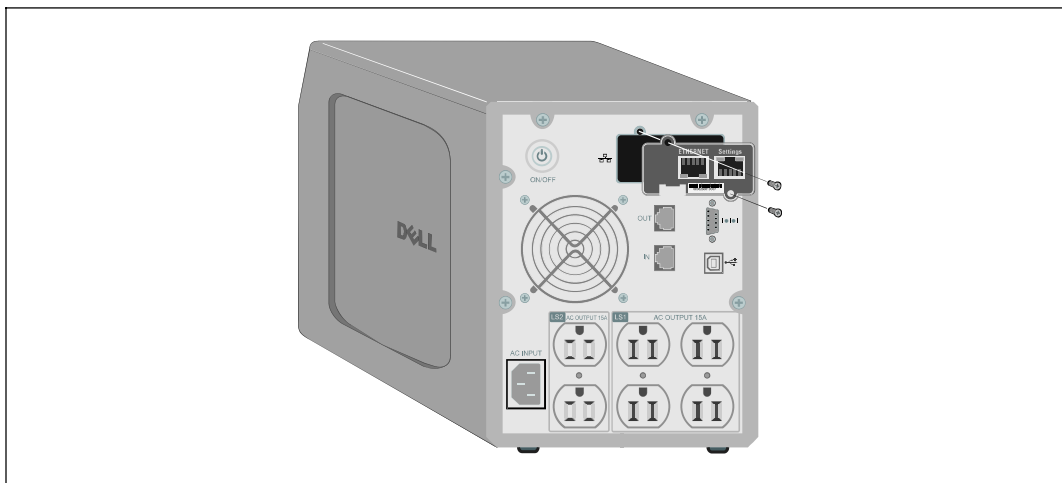

図4. カードのインストール
- 1 UPSからコミュニケーションベイのカバーを外します（図4を参照）。
- 4 開放スロットにカードをスライドさせ、ステップ1で取り外したネジで固定します（図4を参照）。